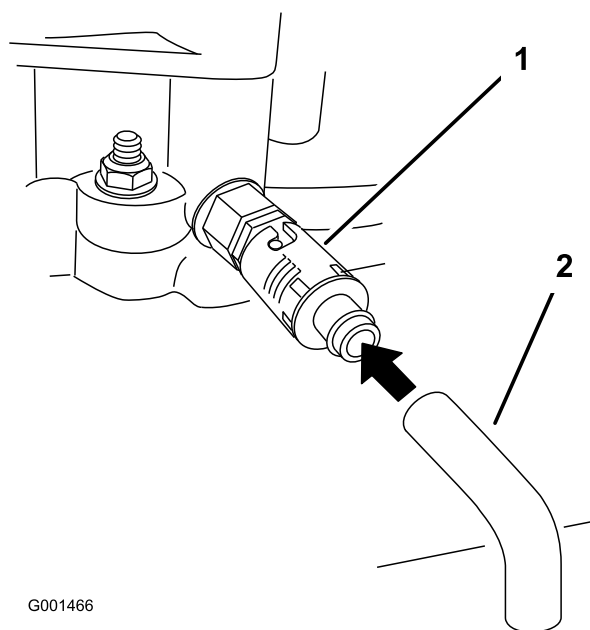

Figure 29
6. Placez un bac sous le flexible de vidange. Tournez le robinet de vidange d'huile pour permettre à l'huile de s'écouler (Figure 29).
8. Enlevez le flexible de vidange (Figure 29).